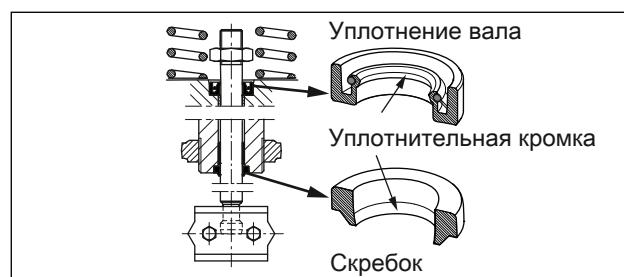

Рис. 14: Выравнивание уплотнительного кольца вала и скребка
6. Установите уплотнение вала с помощью подходящего инструмента. Убедитесь в том, что уплотнительные кольца вала правильно выровнены, см. Рис. 14.